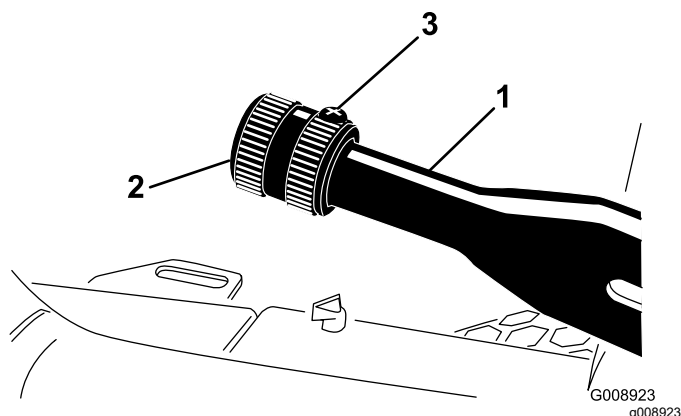

Рисунок 77
2. Ослабьте установочный винт, который крепит ручку к рычагу стояночного тормоза (Рисунок 77).